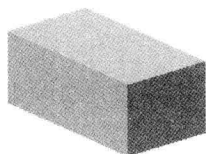

图 3.4.9 实体类型
- 实体类型: 创建实体类型时, 实体特征的草图截面完全由材料填充, 如图 3.4.9 所示。